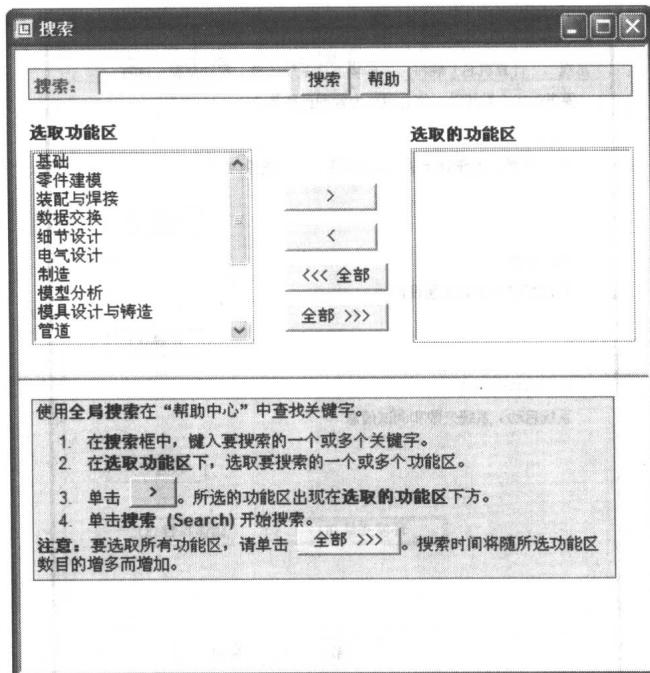

图 1-1-2 帮助中心的全局搜索界面
(2) 模块。在模块的弹出式列表中可选取模块或其他资源，列表中的内容与在“功能区”列表中选取的功能有关。
(3) 全局搜索。当不确定哪一模块包含所需的信息时，可单击“全局搜索”(Global Search)，按功能区来搜索“帮助中心”，全局搜索界面如图 1-1-2 所示。